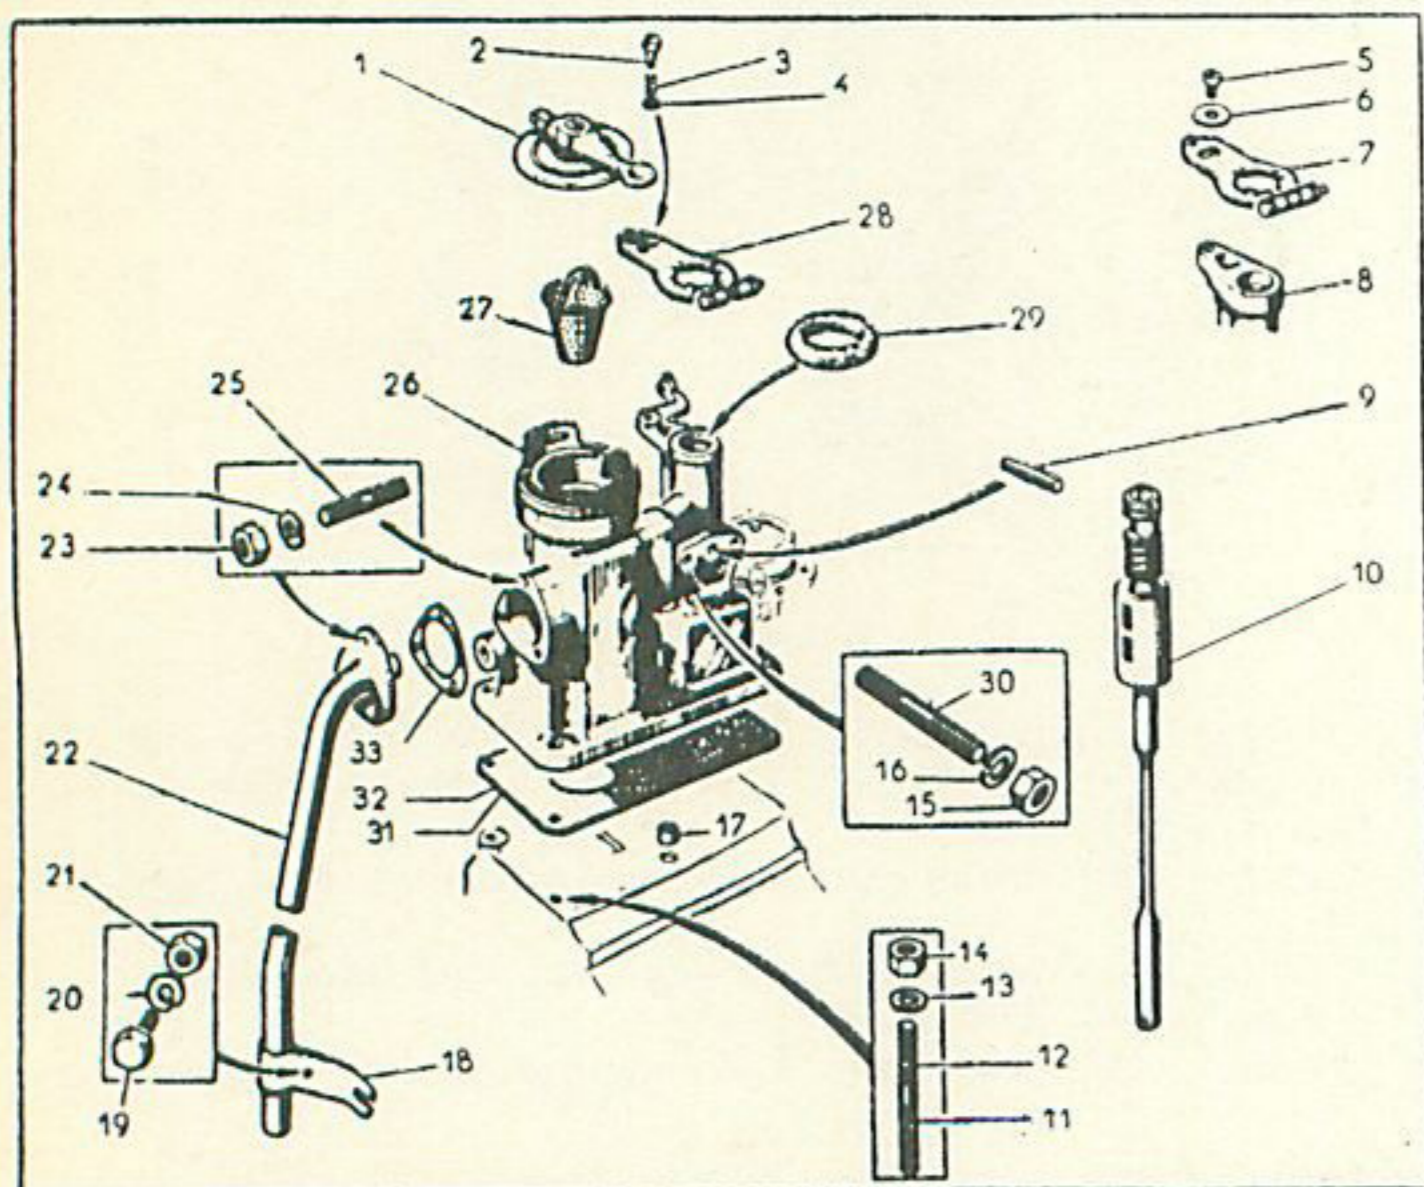

Fig. 4. — Ensemble dépresseur, couvercle et reniflard.
- Déposer : le boîtier support des commandes auxiliaires (1) (fig. 4) ;
— le distributeur d'évacuation des gaz avec l'arbre de commande (2) (fig. 4).